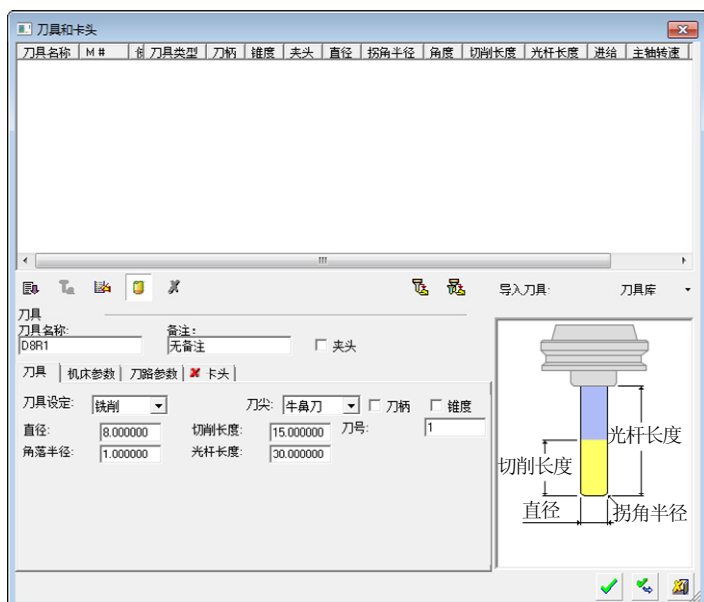

图 4-40 “刀具库”对话框
- 单击新刀具按钮 ，设置刀具参数如图 4-40 所示。依次单击确定按钮 ，完成刀具创建。